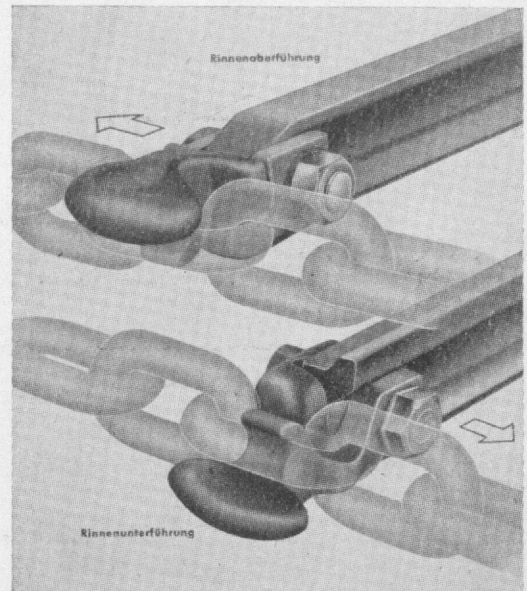

Abb. 2 Westfalia-Einbaukratzer am Doppelkettenband
2. Die Einführung von Einbau-Kratzeisen an jeder beliebigen Stelle des Doppelkettenbandes mit zweiteiligen Einbauschlössern (siehe Bild 2).
3. Einführung von abgeschrägten Kratzeisen (siehe Bild 2).